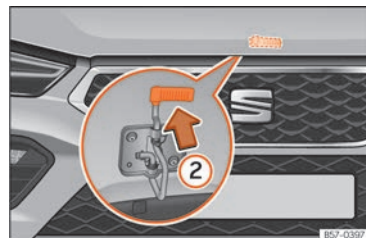

Fig. 208 Palanca bajo el capó.
- Para levantar el capó haga presión hacia arriba sobre la leva situada debajo del capó » » » **fig. 208 ②**. El gancho de sujeción queda desbloqueado.